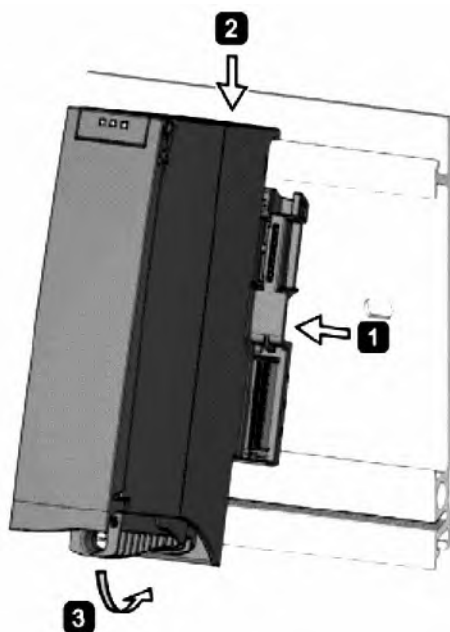

图 2-34 安装系统电源的示意图
- ① 将 U 形连接器插入系统电源背面。
- ② 将系统电源挂在安装导轨上。
- ③ 向后旋动系统电源。
- ④ 打开前盖。
- ⑤ 从系统电源断开电源线连接器的连接。
- ⑥ 拧紧系统电源（扭矩 $1.5 \text{ N}\cdot\text{m}$ ）。
- ⑦ 将已经接好线的电源线连接器插入系统电源模块。
- 安装系统电源的示意图如图 2-34 所示。